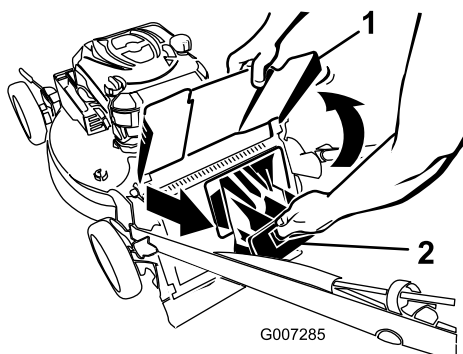

Figure 21
2. Soulevez le déflecteur d'éjection arrière et gardez-le dans cette position (Figure 21).
3. Retirez l'obturateur d'éjection arrière (Figure 21).